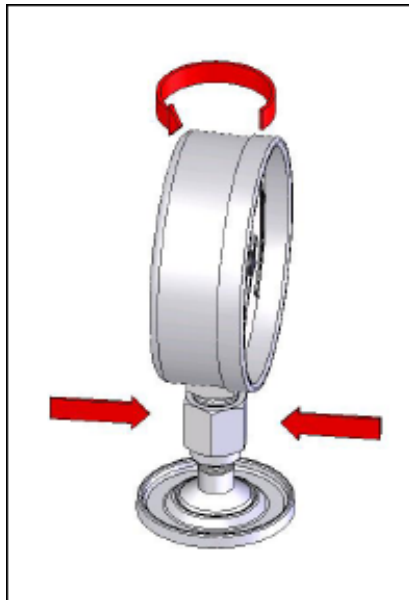

Figura 11. Ajustar a posição do manômetro
3. Para ajustar a posição de forma que ela fique voltada para frente, segure o adaptador do manômetro e gire o instrumento no SENTIDO ANTI-HORÁRIO de forma que ele fique voltado para frente, veja a Figura 11.